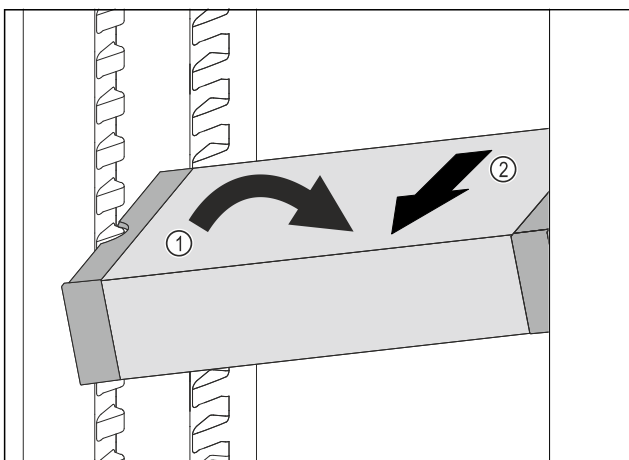

Fig. 207
- ▶ Расположите VarioSafe в холодильном отделении под наклоном. Fig. 207 (1)
- ▶ Извлеките VarioSafe движением вперед. Fig. 207 (2)